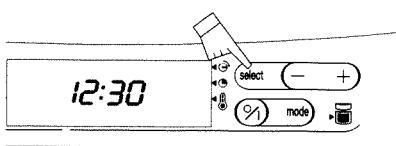

Fig. 3
- o bien pulsar la tecla  (fig. 3).